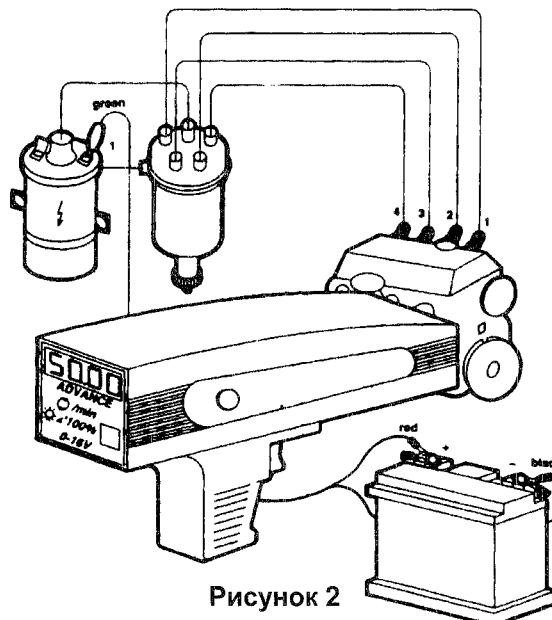

Рисунок 2
- Для включения индикатора замкнутого состояния, нажмите тактовый переключатель. (См. рис. 2)